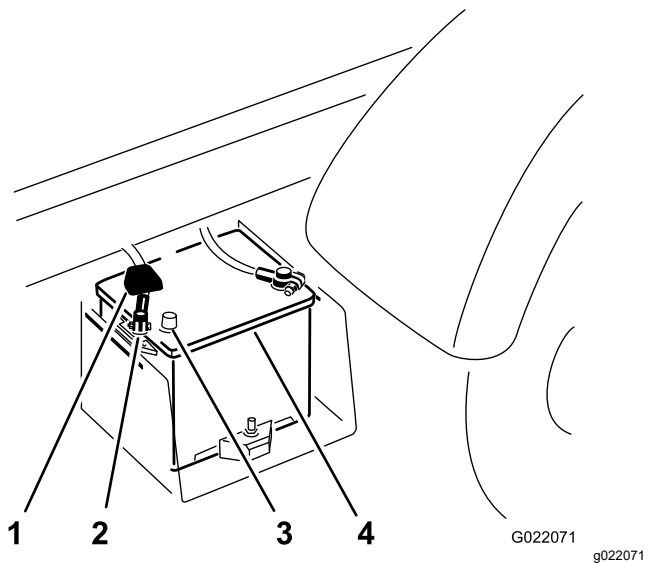

Figura 4
- C. Retire el terminal del cable positivo del borne de la batería (Figura 4).